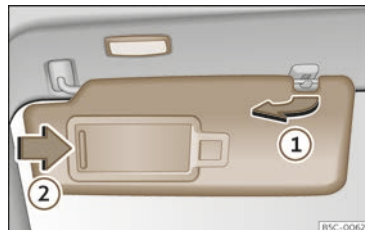

Abb. 109 Sonnenblende.
- Die Sonnenblende kann aus der Befestigung entnommen und zur Tür gedreht werden >>> (Abb. 109) ①.